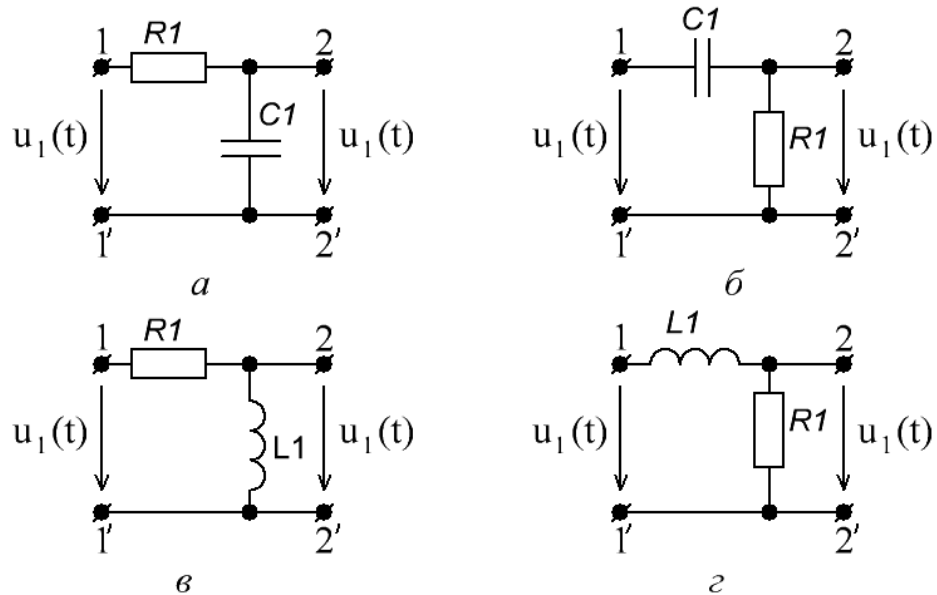
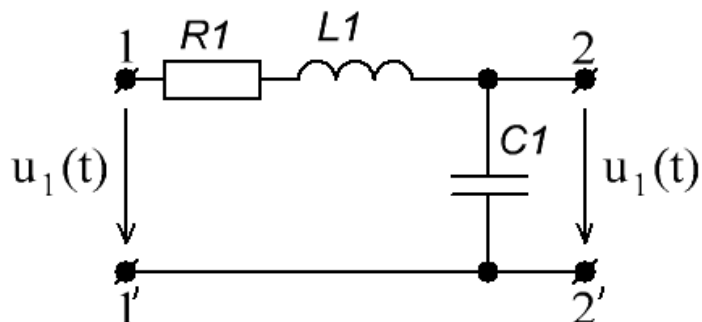
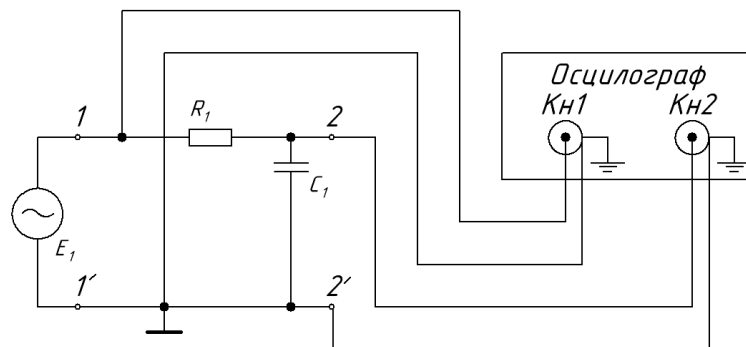

Рис.5.2. Схеми досліджуваних кіл першого порядку:
Рис.5.3 – Електричне коло другого порядку
Рис.5.4 – Схема для вимірювання АЧХ і ФЧХ
Якщо в якості Z_1 використовується опір, а в якості Z_2 ємність (рис. 5.2, а), то $Z_1 = R$, $Z_2 = 1/j\omega C$ отримаємо:
для кіл першого порядку, зображених на рис.5.2 і нехтуючи опором втрат котушки R_L .
для кола другого порядку, зображеного на рис.5.3 і нехтуючи опором втрат котушки R_L .
4.1.2. Зібрати схему для вимірювання АЧХ і ФЧХ (рис. 5.4). В якості досліджуваного кола підключіть RC -коло (рис. 5.2, а).
4.1.7. Повторити пункти 4.1.2 – 4.1.6 для CR -кола (рис. 5.2, б).
4.1.8. Повторити пункти 4.1.2 – 4.1.6 для RL -кола (рис. 5.2, в).
4.1.9. Повторити пункти 4.1.2 – 4.1.6 для LR -кола (рис. 5.2, г).
4.2.2. Зібрати схему для вимірювання АЧХ і ФЧХ (рис. 5.4). В якості досліджуваного кола підключіть RLC -коло (рис. 5.3).